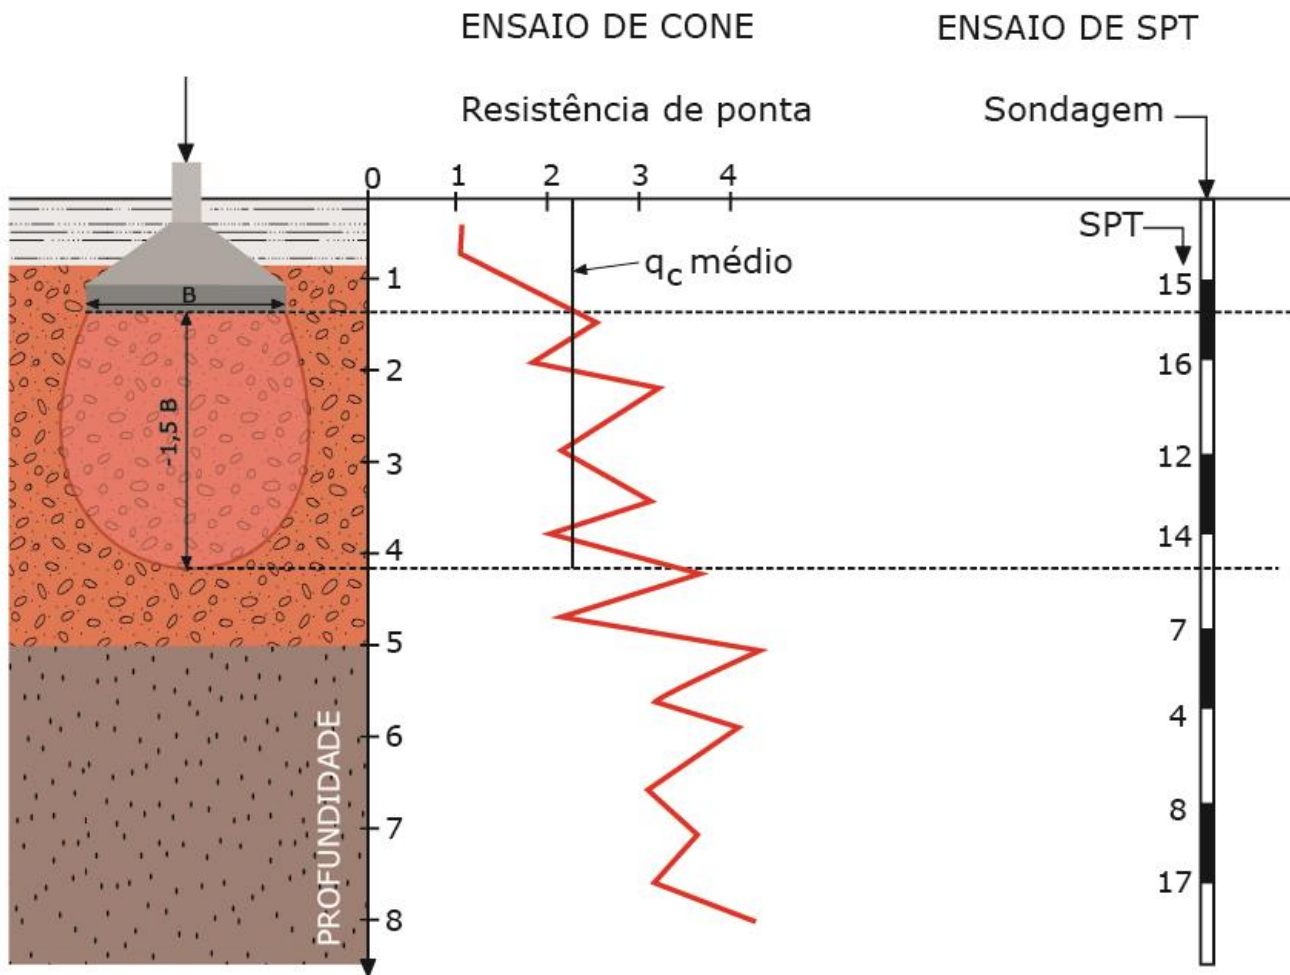

Figura 37: Dados de sondagem de um solo de uma fundação *versus* bulbo de pressão atuante
Perceba que o bulbo de tensões vai definir inclusive a região limite até onde vamos estudar a resistência do solo para fundações superficiais. Veja o exemplo da Figura 37. Como disse, considera-se o bulbo de tensões para acréscimos de até 10% de carga aplicada pela fundação. Assim, quando formos analisar a resistência/módulo de elasticidade do solo para uma **sapata** como na Figura 37, consideraremos as cargas até a **profundidade** que resulte no **bulbo de 10%**, o que para sapatas corresponde a 1,5 a 2 vezes a sua largura (B), ou seja, **1,5 a 2 vezes B**.